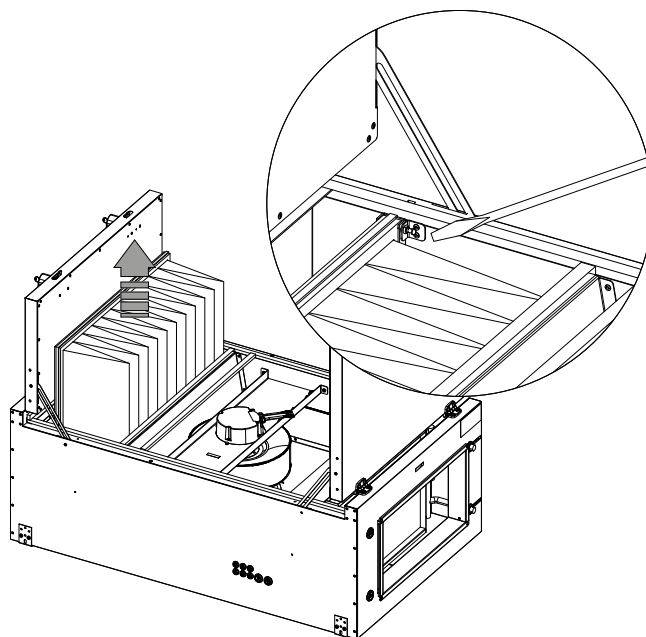

Рис.28
3. Придерживая фильтр открутите винт, фиксирующий фильтр в рамке и аккуратно выньте фильтр из агрегата. Рис.28. Будьте осторожны: фильтр сильно запылён, не трясите его, не вдыхайте пыль в случае её осыпания. Аккуратно поместите запылённый фильтр в пластиковый пакет для дальнейшей транспортировки и утилизации. Утилизацию запылённого фильтра проводите согласно местным и локальным нормам и требованиям.